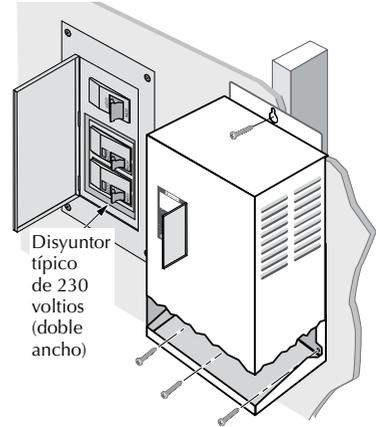

Figura 6 - Cómo fijar el Mecanismo a la pared.
Para montar el Mecanismo como se ilustra en la Figura 6, siga este procedimiento:
superior ranurado, más los tres orificios inferiores (para la instalación sobre una superficie plana) o el orificio central inferior (para fijarlo a un poste o a un perno). Consulte la Figura 6.
5. Asegúrese de que los orificios de ventilación del Mecanismo no estén bloqueados y que haya suficiente espacio a su alrededor para permitir un flujo de aire libre [mínimo espacio libre de 3" (7.62 cm) arriba, abajo, y a los lados]. Consulte la Figura 6. Una vez que haya montado el Mecanismo se podrán conectar los cables eléctricos.